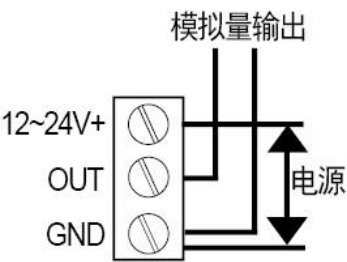

图4-2
1) 对于 0-5V 或 0-10V 等电压型输出的应用，为避免输入电源负极传输线压降的影响，对输入电源负极（电源地）和电压输出的信号地，使用两条电线，接在同一个接线端子上，在用户检测端分开（参考图 4-2），若共用一条线，会导致电压模拟量输出信号精度大幅度下降，甚至误差大到无法正常应用；